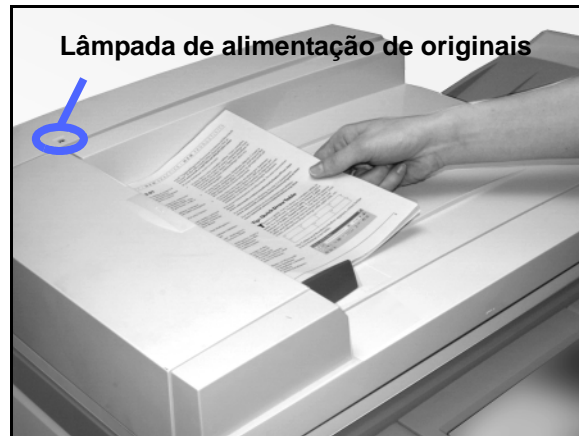

Figura 3: colocar documentos na bandeja do AAOD
- 2 Coloque os documentos com a face voltada para cima na Bandeja do AAOD, conforme ilustrado na Figura 3. Deslize os documentos para a esquerda, até que a Lâmpada verde de alimentação de originais acenda.